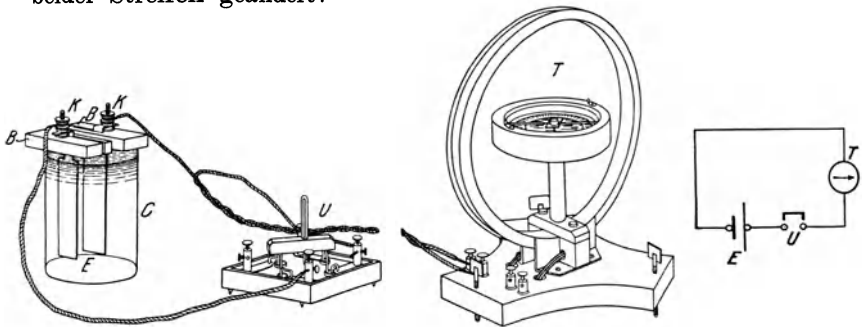

Fig. 150.
**Anleitung.** a) Stelle die Tangentenbussole *T* (Fig. 150) so auf, daß die Drahtwindungen in dem magnetischen Meridian liegen. Die Stellung der Bussole darf man während der Übung nicht im geringsten ändern.